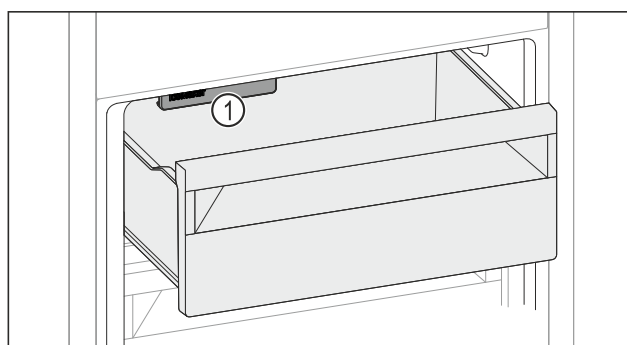

Fig. 170
- Vegye figyelembe az IceMaker-t Fig. 170 (1).